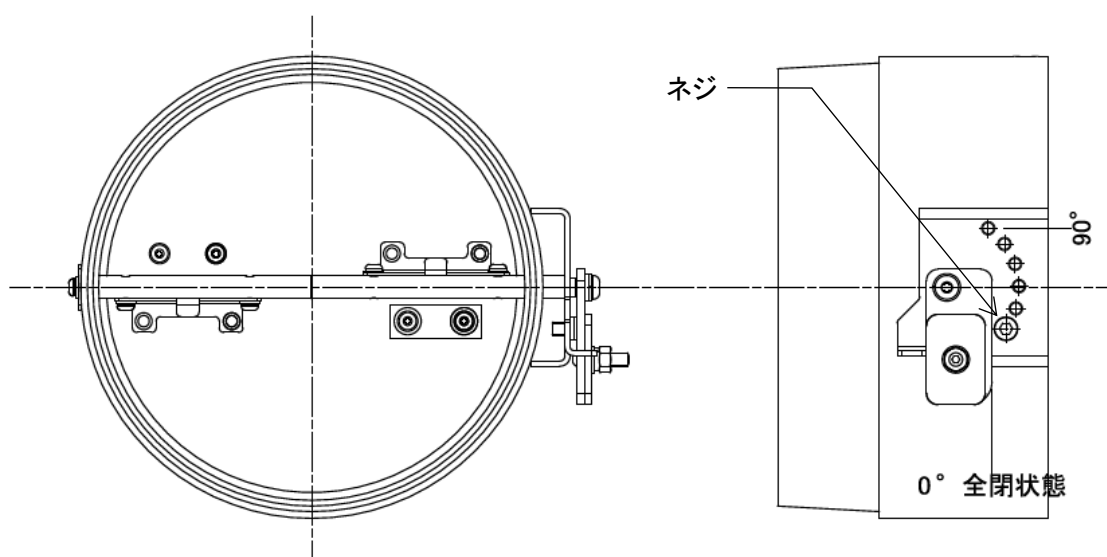

図 9-16
9.3.11 風量調整ダンパー(図 9-16)
- ・ ダンパーの調整角度(図 9-16)は、調整角度が 0° の時に全閉状態、 90° の時に全開状態になります。